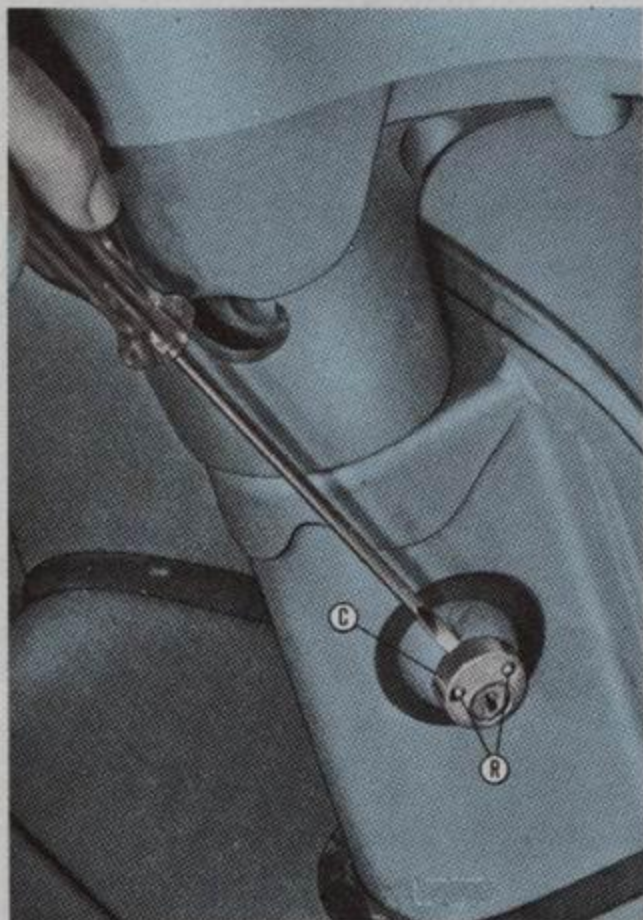

Fig. 68
**Fig. 68. Desmontaje y montaje dispositivo anti-hurto:** Para sustituir el anti-hurto quitar la tapa «C» y los remaches «R», actuando con un destornillador, como se ilustra en la figura.